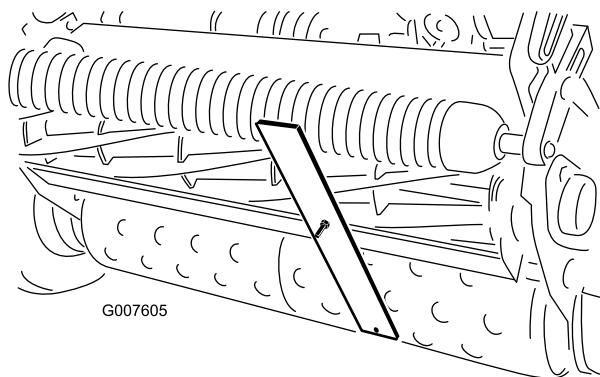

図 50
4. ゲージバーのねじの頭を下刃の先端に引っかけ、バーの後端を後ローラに当てる 図 50。